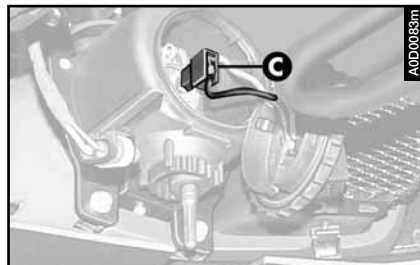

fig. 51
- desenchufar el conector (**C- fig. 51**) de la lámpara;